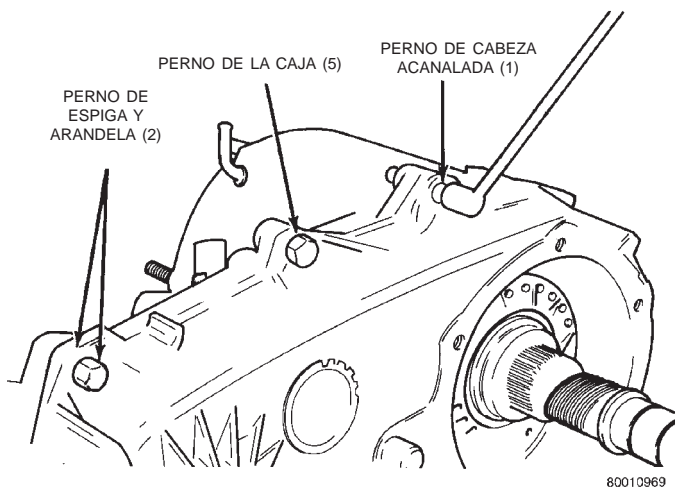

Fig. 18 Localización de los pernos de alineación de la caja trasera
(1) Apoye la caja de cambios de modo que la caja trasera quede mirando hacia arriba.
(2) Retire los pernos que fijan la caja delantera a la caja trasera. Los pernos de alineación de la caja deben llevar arandelas planas (Fig. 18).
(3) Afloje la caja trasera con un destornillador de hoja plana para romper el reborde de sellante.